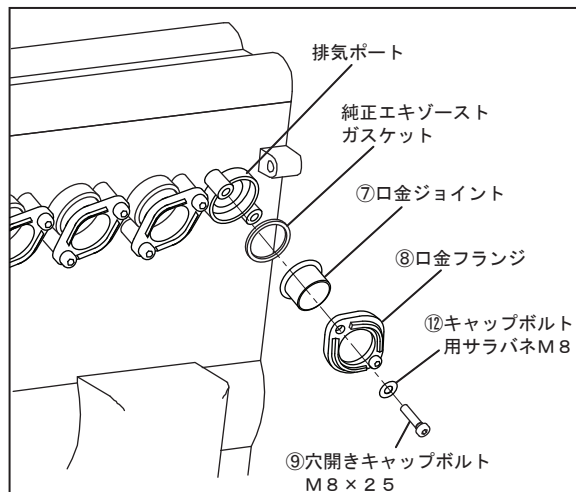

FIG. 2
6. 純正エキゾーストガasketを新品に交換し、⑦口金ジョイントに⑧口金フランジをはめ込み、⑨キャップボルト (穴開き) M8 × 25、⑫キャップボルト用サラバネM8を使用して排気ポート部に仮締めして下さい。(FIG. 2参照)